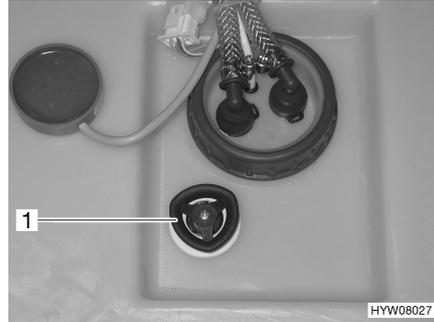

Bild 80 Wassertank mit Drehgriff
- Auf dem Wassertank den Drehgriff (Bild 80,1) im Uhrzeigersinn bis zum Anschlag drehen.
- Auf dem Wassertank den Drehgriff (Bild 80,1) entgegen dem Uhrzeigersinn bis zum Widerstand drehen. Das Wasser läuft bis auf ca. 20 Liter aus.